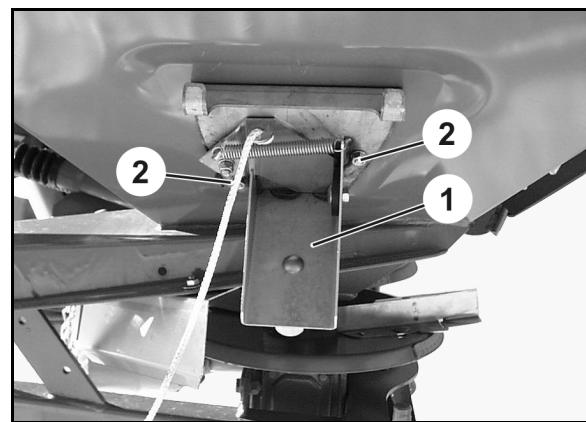

图 42
2. 借助固定螺栓 (图 42/2) 安装出口槽 (图 42/1)。